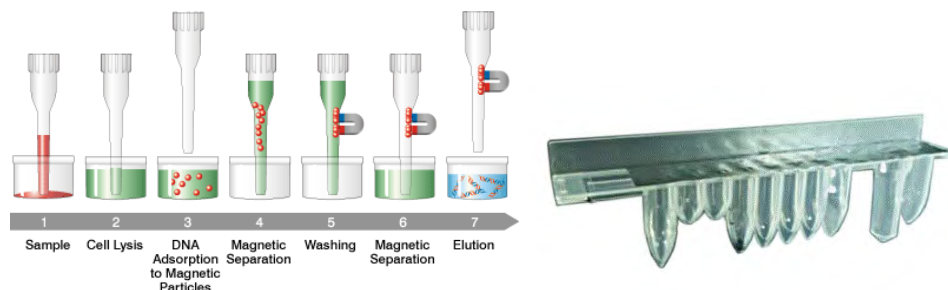

Abbildung 1.4: Prinzip der Nukleinsäureextraktion und ELITE InGenius SP 1000 Extraktionskassette
- Das Reagenzset wurde für die Isolierung von Nukleinsäuren aus bis zu 1-ml-Proben optimiert. (Abbildung 1.4: ELITE InGenius – SP1000 Extraktionskassette und Extraktionsprinzip)